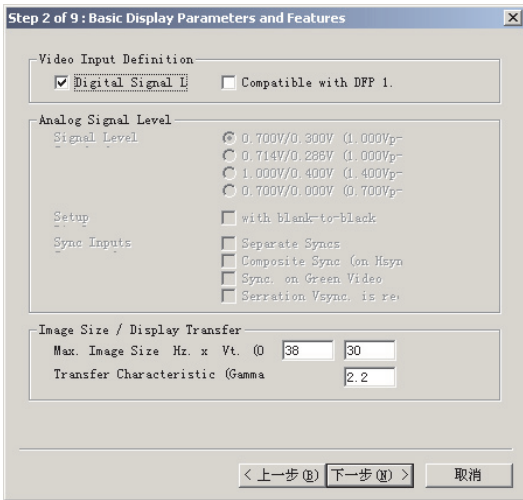

Fig. 28
1. Click Next , bring up Fig. 28.